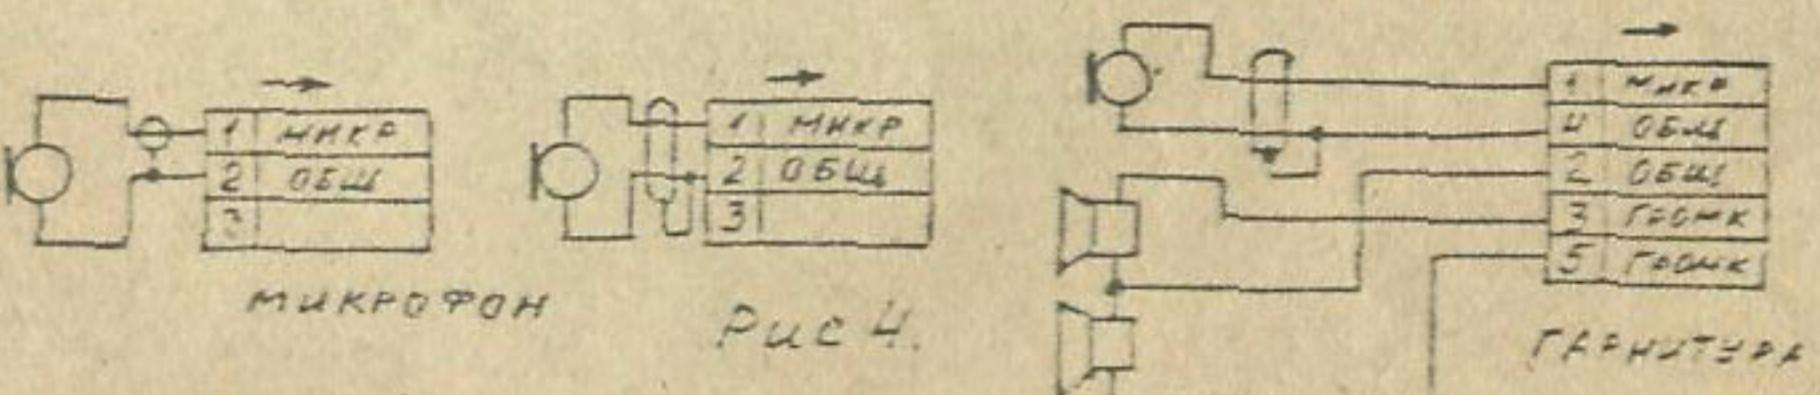

Рис. 4
7.2 Разъем "MIC" ("МИКРОФОН") (34) служит для подключения микрофона или специальных гарнитур (головные телефоны + микрофон). Для подключения применяется вилка типа СШ-3 или СШ-5. Схема на рис. 4.